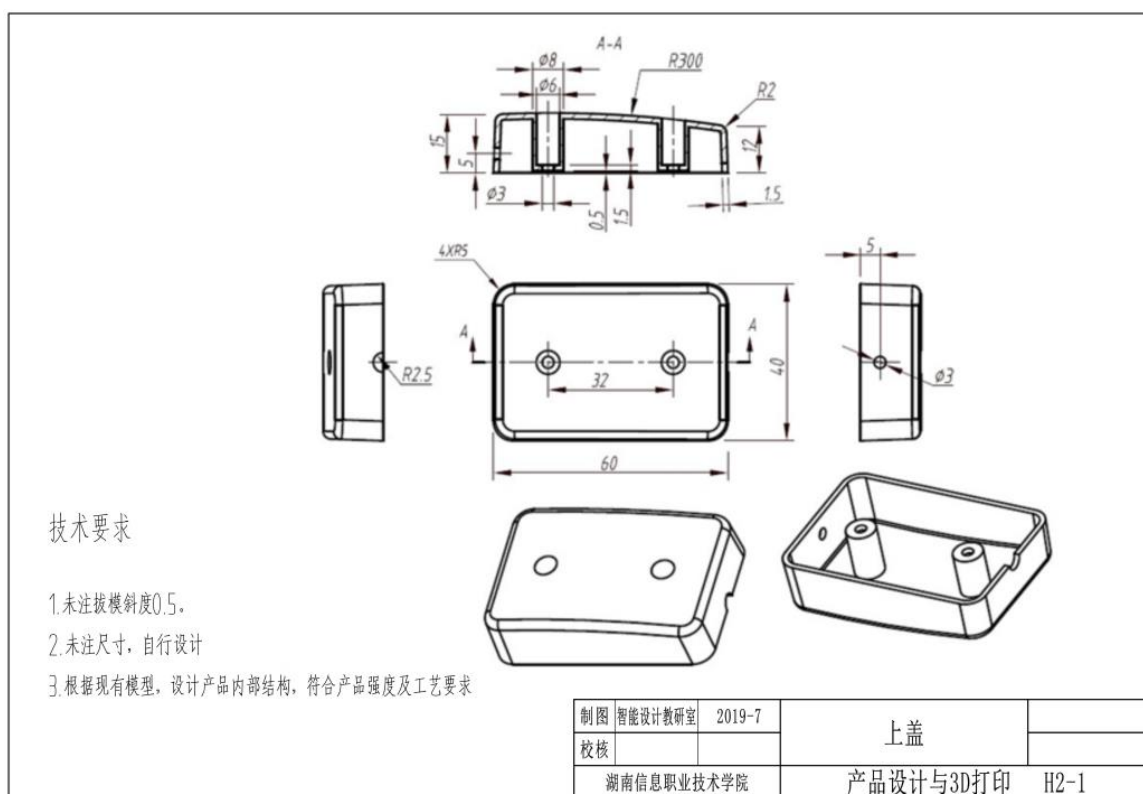

图 2-2-1 上盖 I
**任务 1：**按照图 2-2-1 的要求，对上盖零件 I 进行产品造型、结构设计与 3D 打印，打印材料为 ABS 或 PLA。
- 2) 根据图 2-2-1 对产品进行造型设计，符合产品强度及 3D 打印工艺等要求。